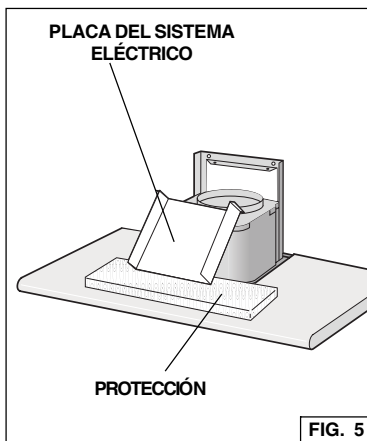

FIG. 5
1. Quitar la cinta adhesiva de la placa del sistema eléctrico; coloque la placa del sistema eléctrico sobre la campana (utilizar una protección) Fig. 5.